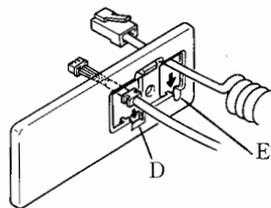

図5
7. パネルケーブルのコードブッシュを前面パネルにつけます。(図5)
次に、マイクケーブルを前面パネルの切り欠きに差し込みます。(図5)